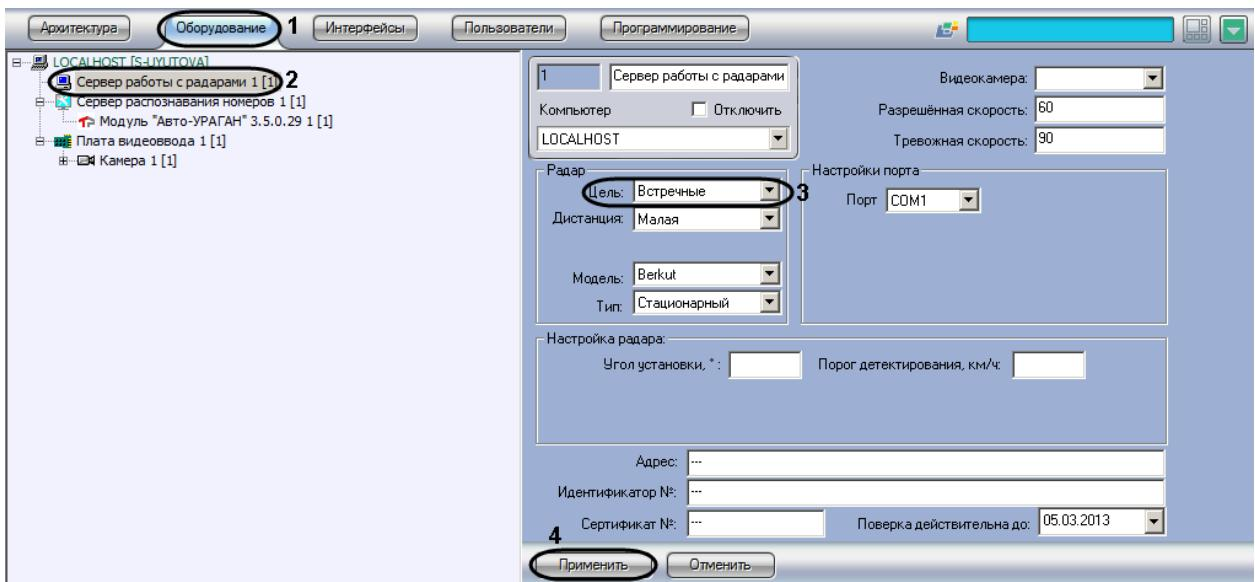

Рис. 7.3—7. Выбор направления движения транспортного средства, относительно устройства «Радар»
2. В дереве объектов на вкладке «Оборудование» выбрать объект «Сервер работы с радарами», соответствующий настраиваемому программному модулю «Радар» (см. Рис. 7.3—7, 2). В правой части вкладки «Оборудование» отобразится панель настройки выбранного объекта.
3. В списке «Цель» выбрать направление движения транспортного средства относительно устройства «Радар» для определения скорости движения (см. Рис. 7.3—7, 3).
4. Нажать кнопку «Применить» (см. Рис. 7.3—7, 4).